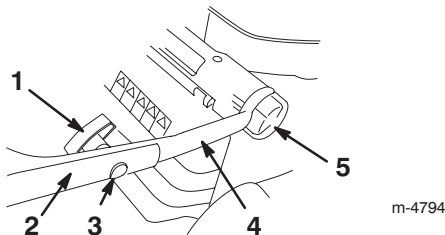

Figura 2
2. Allentate le manopole di regolazione dell'altezza della stegola e girate la stegola inferiore verso il retro del tosaerba, finché non si inserisce in una delle posizioni di regolazione dell'altezza della stegola, come illustrato nella Figura 2.
4. Montate la stegola superiore sulla stegola inferiore, utilizzando i bulloni a testa ovale e le manopole della stegola, come illustrato nella Figura 2. **Serrate a fondo le manopole della stegola.**